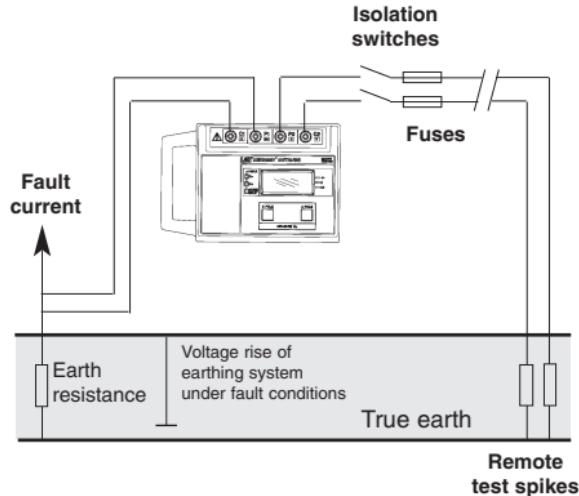

Fig. 3 A method of disconnection where fault conditions may occur
- c) The P2 and C2 (for S and H) terminals must be connected to an isolation switch, whose rating will cope with the maximum fault voltages (refer to Fig.3).
- h) If a fault occurs while a test is being made the instrument may be damaged. Incorporating fuses at the isolation switch, of rating 100 mA and able to cope with the maximum fault voltage, will provide some protection for the instrument (See fig. 3).
- c) Les bornes P2 et C2 (ou S et H) doivent être reliées à un rupteur qui a les capacités nominales suffisantes pour résister aux tensions anormales maximales (voir Fig. 3).
- d'un essai, l'instrument risque d'être endommagé. L'intégration, au niveau du rupteur, de fusibles de 100 mA en mesure de résister à la tension anormale maximale permettra à cet instrument de bénéficier d'une certaine protection (voir Fig. 3)